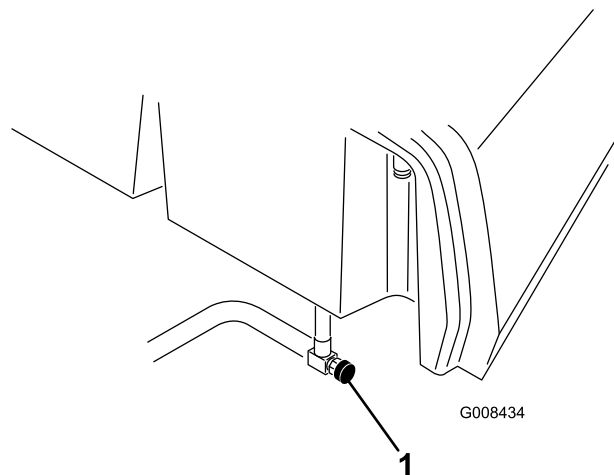

Figure 39
1. Fermez le robinet d'arrivée de carburant (Figure 39) situé au-dessous du réservoir de carburant.